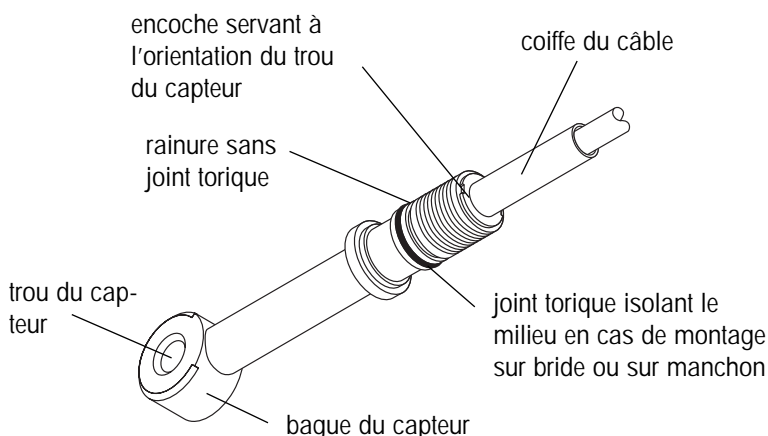

Figure 2: Vue d'ensemble du capteur
- Le capteur présente deux rainures sur le pourtour du filetage. La rainure la plus proche du câble n'est **PAS** destinée à un joint torique et doit rester vide. La rainure suivante **SERT** au joint torique comme le montre la figure 2.